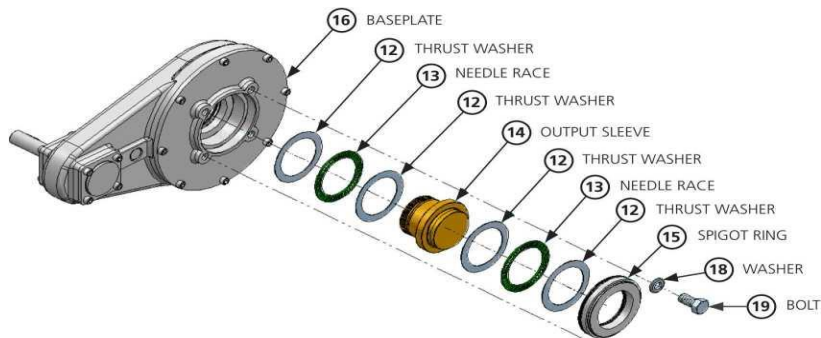

Рис. 5
См. Рис. 5. Расположение монтажной втулки одинаково для всех редукторов. На больших типоразмерах редукторов вместо игольчатых подшипников комплектуется упорными роликовыми подшипниками.
ΔВажно: Упорный подшипник должен быть правильно установлен совместно с монтажной втулкой и кольцевым уплотнением. См. рис. 5. На каждой стороне упорного подшипника (13) должна быть установлена упорная шайба (12). С каждой стороны упорного буртика монтажной втулки должен быть установлен подшипник и шайба.